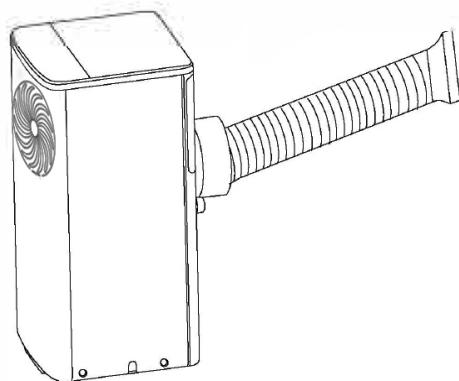

Fig.1
1. Sträck ut slangens tillräckligt så att den når till fönstret (max 1,5 m) och haka fast den på aggregatets baksida (Fig. 1).
1. För denna håltagning rekommenderas det att anlita en glasmästare (Fig. 1).
(Fig. 1)